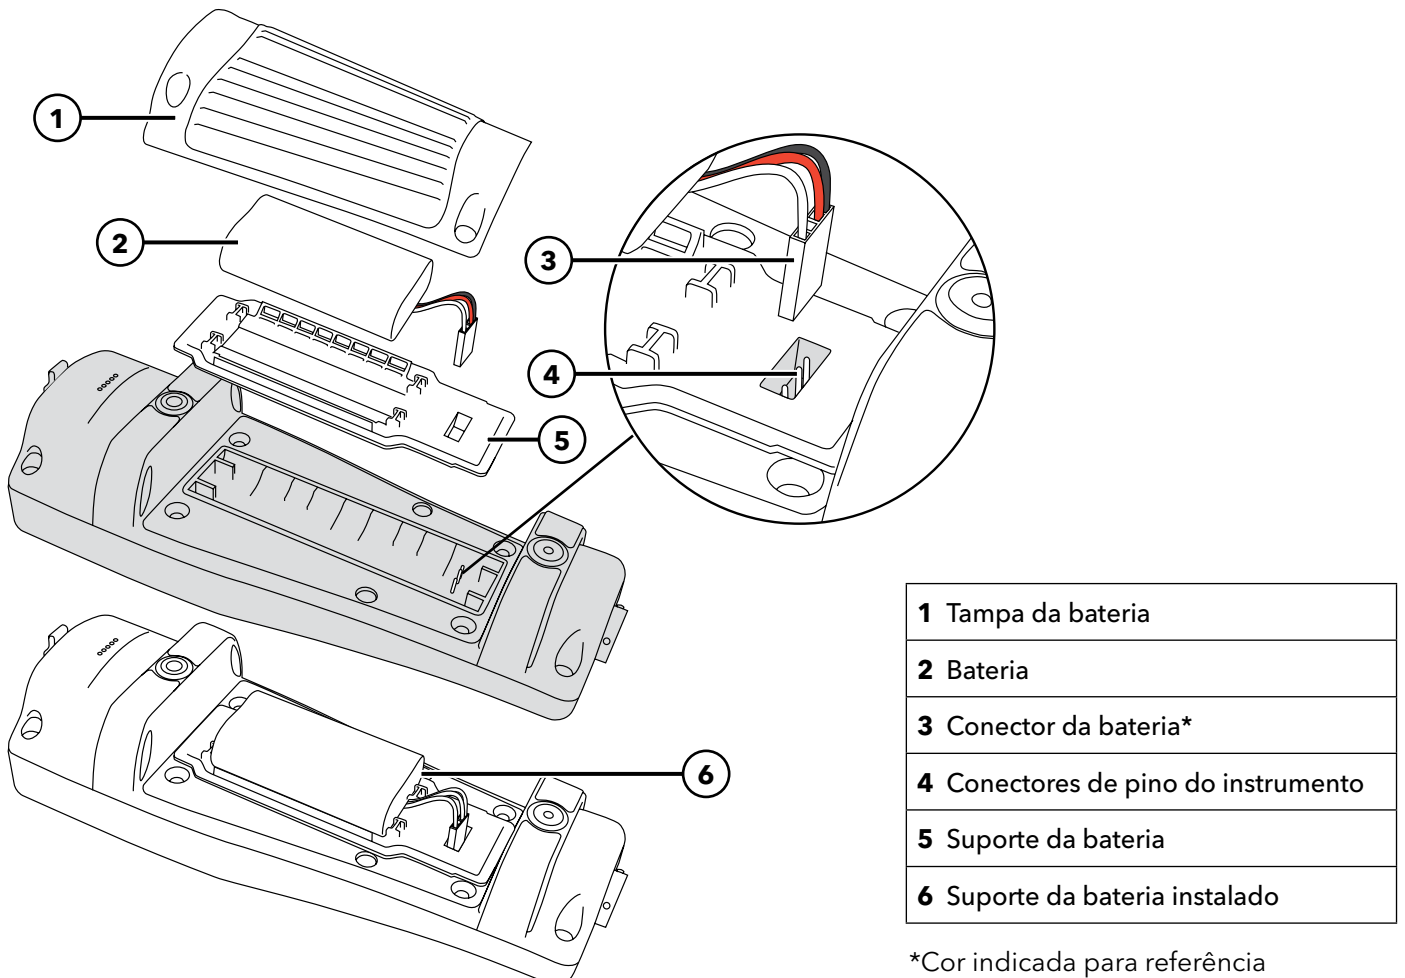

Figura 2 Substituição da bateria
1. Retire a tampa da bateria, desapertando (no sentido contrário ao dos ponteiros do relógio) os quatro parafusos com uma chave de parafusos plana ou Phillips (Figura 2). Os parafusos de fixação serão retidos na tampa da bateria e não são amovíveis.